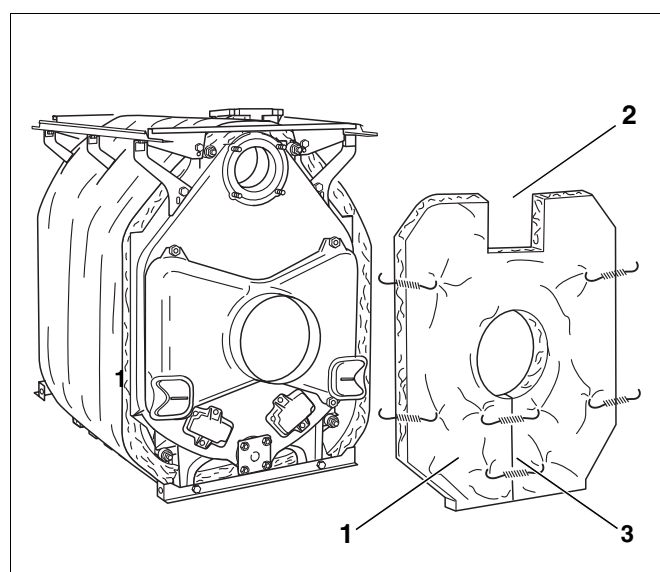

Fig. 46 Montarea termoizolației posterioare
- Termoizolația posterioară (fig. 46, **poz. 1**) se glisează pe colectorul gazelor de evacuare. Decuparea pentru returul cazanului (fig. 46, **poz. 2**) trebuie să fie orientată în sus.
- Șlițul de sub stuțul gazelor de evacuare se închide cu o agrafă (fig. 46, **poz. 3**).